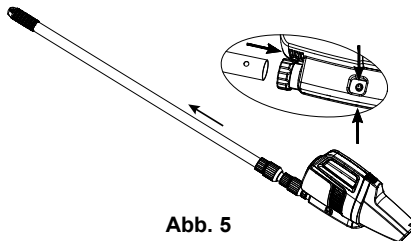

Abb. 5
4. Befestigen Sie die Aluminiumstange (8), indem Sie die Federtasten drücken und ihn in den Griff der Motoreinheit (1) stecken. Vergewissern Sie sich, dass die Tasten in den Löchern einrasten. Passen Sie die Länge des Stiels an, indem Sie jeden Abschnitt entsprechend entriegeln, ausziehen und arretieren. Siehe Abb. 5.